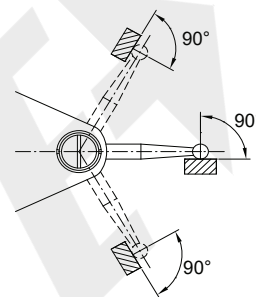
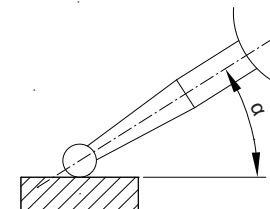

fig.4
fig.5
2. Durante la misurazione, gli stili devono essere perpendicolari alla direzione di misurazione (fig. 4). Quando lo stilo forma un angolo con la direzione di misurazione (fig. 5), è necessario effettuare la seguente correzione.